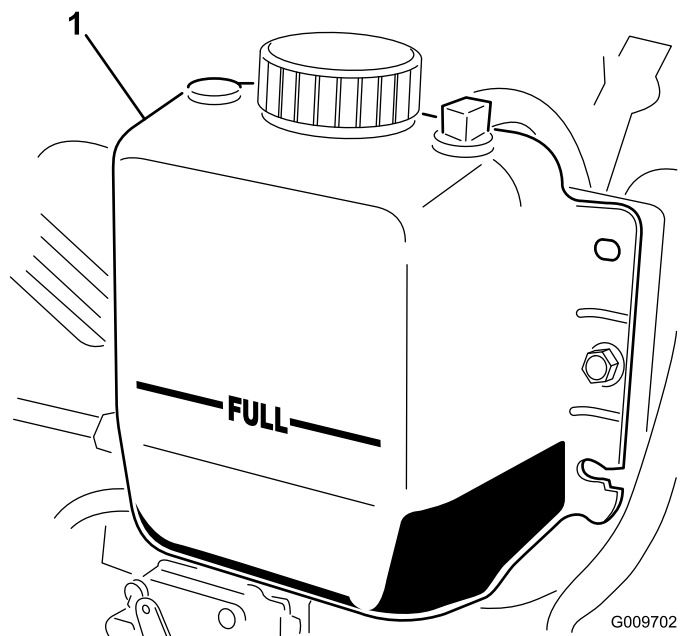

図 77
3. ラジエーター内部の液量を点検する。ラジエーターは補給口の首の部分まで、補助タンクはFULLマークまであれば適正です 図 77。